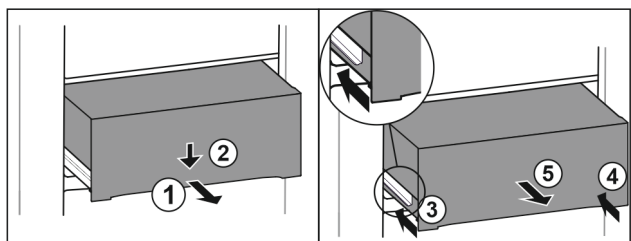

Fig. 111
- ▶ Wyciągnąć szufladę do połowy. Fig. 111 (1)
- ▶ Popchnąć szufladę z przodu w dół. Fig. 111 (2)
- ▶ Wsunąć lewą szynę o ok. 2 cm. Fig. 111 (3)
- ▶ Wsunąć prawą szynę o ok. 2 cm. Fig. 111 (4)
- ▶ Wyjąć szufladę do przodu. Fig. 111 (5)